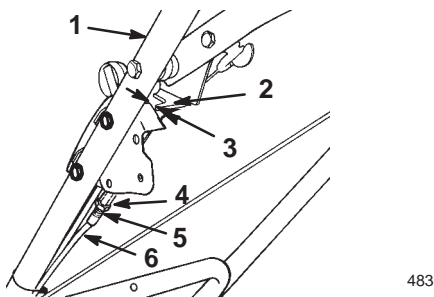

Figure 28
- A. Loosen the jam nut on the blade brake cable (Fig. 28).